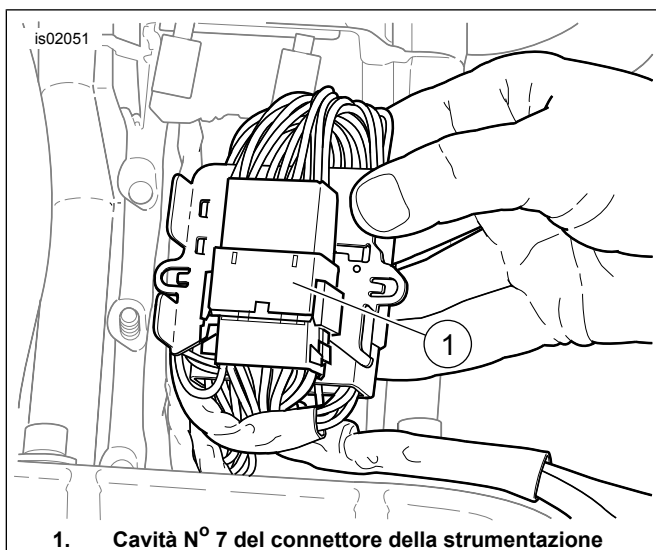
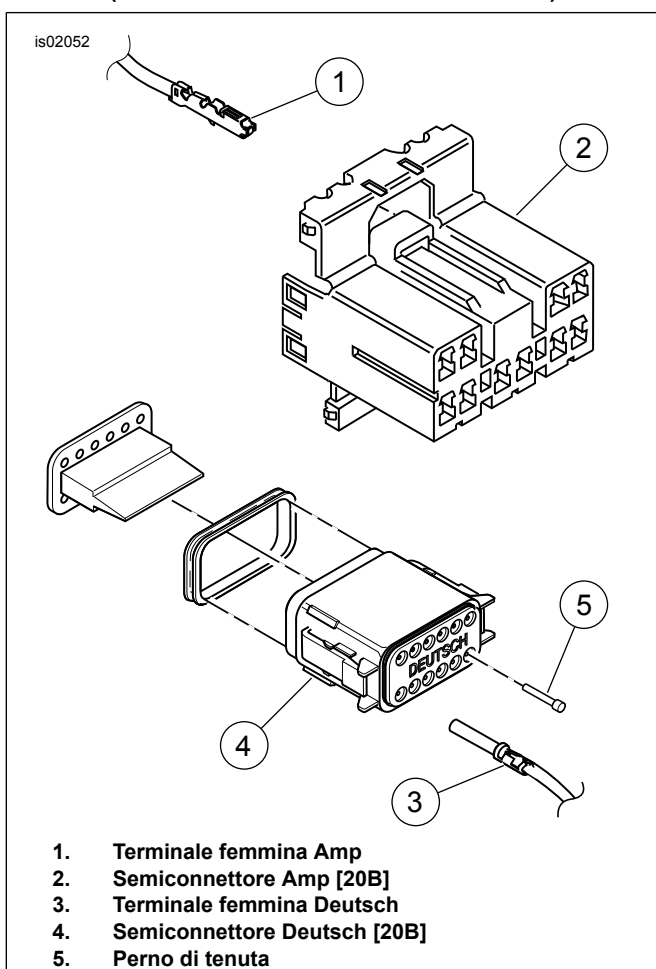

Figura 6. Connettore delle luci della strumentazione [20] (è illustrato il modello XL Custom 2003)
Figura 7. Connettore della strumentazione/luci [20B] per modello XL
1. Servirsi degli schemi elettrici e del manuale di manutenzione per individuare la sorgente del segnale dei contagiri per l'anno e il modello. **Per i modelli Softail 1984-1999 e FXDWG 1996-1998:** La sorgente del segnale è il terminale primario della bobina con il filo rosa o blu attaccato. **Per i modelli FXDWG 1999 e successivi e Softail 2000-2003:** Filo rosa infilato nel tubo di protezione, oppure allacciato con una terminazione e bloccato con una fascetta sullo stesso in corrispondenza del connettore del tachimetro [39B] montato nella consolle del serbatoio del combustibile. **Per i modelli Softail e FXDWG 2004 e successivi:** Vedere la Figura 5. La cavità N° 3 nel connettore [39B] sul retro del tachimetro. Il terminale femmina sul filo rosa (PK) del segnale entra nella cavità N° 3. **Per i modelli FLHR 1994-1998:** La sorgente del segnale è il connettore del cablaggio dell'accensione [8] sotto il coperchio lato destro. **Per il modello FLHR 1999-2001:** La sorgente del segnale è vicino al connettore del tachimetro [39B], o infilata sotto il tubo di protezione, oppure fatta terminare con un connettore singolo e fissata all'esterno del tubo di protezione con una fascetta. **Per il modello FLHR 2002-2003:** Individuare il filo rosa (PK) sotto la gondola del faro. **Per il modello FLHR 2004:** La sorgente del segnale si trova nella cavità N° 3 del connettore del tachimetro [39B]. Il terminale femmina sul filo rosa (PK) del segnale del cablaggio dei mini contagiri entra nella cavità N° 3. Vedere il manuale di diagnostica dell'impianto elettrico per inserire il terminale. **Per i modelli XL 1996-2003:** Vedere la Figura 6. La sorgente del segnale è la cavità N° 7 del connettore delle luci della strumentazione. Il connettore è ubicato sotto il serbatoio del combustibile oppure nel coperchio del montante del manubrio sui modelli XL Custom.
- a. Tagliare e gettare via il terminale dal filo rosa (PK) del segnale del cablaggio dei mini contagiri.
- c. Serrarlo sul filo rosa (PK) del segnale.
- e. Tagliare e gettare via il terminale dal filo rosa (PK) del segnale del cablaggio dei mini contagiri.
- f. Tagliare la terminazione del filo rosa (PK) del connettore. Il filo dei mini contagiri verrà giuntato con il filo del segnale. Vedere Giuntaggio dei fili di alimentazione/del segnale.
- g. Tagliare il terminale esistente dal filo rosa (PK) del segnale del cablaggio dei mini contagiri.
- h. Separare il filo rosa (PK) dalla cavità N° 3 del connettore e tagliare a 1 pollice dal connettore. Il filo dei mini contagiri verrà giuntato 2 in 1 con il filo rosa (PK). Vedere **Giuntaggio dei fili di alimentazione/del segnale.**
- i. Tagliare il terminale esistente dal filo rosa (PK) del segnale del cablaggio dei mini contagiri.
- j. Separare il filo rosa (PK) dalla cavità N° 3 del connettore e tagliare via qualsiasi connettore. Il filo dei mini contagiri sarà giuntato 2 in 1 con il filo rosa (PK) proveniente dal connettore. Vedere Giuntaggio dei fili di alimentazione/del segnale.
- k. Tagliare il terminale esistente dal filo rosa (PK) del segnale del cablaggio dei mini contagiri.
- l. Il filo dei mini contagiri verrà giuntato 1 in 1 con il filo rosa (PK). Vedere Giuntaggio dei fili di alimentazione/del segnale.
- m. Vedere la Figura 7. Seguire le istruzioni sul manuale di manutenzione per la marca del connettore [20] esistente.
- n. Scegliere dal kit l'adattatore a doppia estremità (N° codice 70231-04). Individuare il terminale femmina sull'adattatore che corrisponde alla marca, Amp (1) oppure Deutsch (3), del connettore e tagliare via dall'adattatore il connettore dell'estremità opposta.
- p. Il filo dell'adattatore verrà giuntato 1 in 1 sul filo rosa (PK) del cablaggio dei mini contagiri. Vedere **Giuntaggio dei fili di alimentazione/del segnale.**